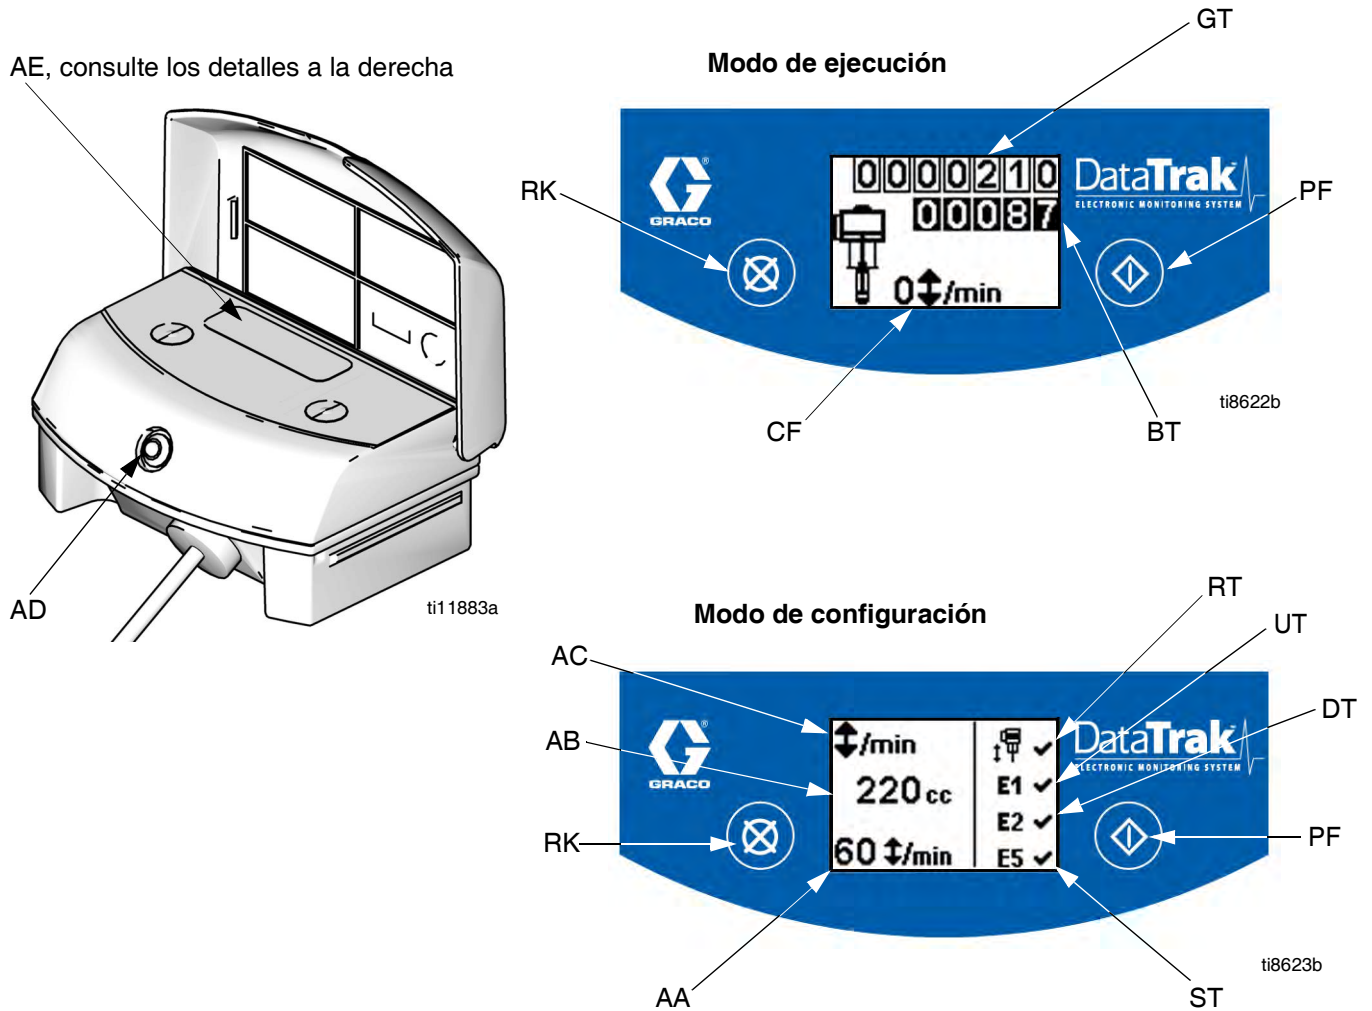

FIG. 8. Controles e indicadores de DataTrak
Leyenda para la FIG. 8
1. Consulte la FIG. 8. Mantenga pulsado  durante 5 segundos hasta que aparezca el menú Configuración.
Consulte la FIG. 8.
1. Consulte la FIG. 8. Si se produce embalamiento de la bomba, accionará el solenoide de embalamiento, parando la bomba. El LED (CD) destellará y la pantalla (CF) indicará una condición de embalamiento (vea la Tabla 1:). La pantalla hará un ciclo a través de seis pantallas de instrucciones.
2. Pantallas de embalamiento 1 y 2: para restablecer el solenoide de embalamiento, cierre la válvula de aire principal (E). Espere a que el aire se haya purgado completamente del motor neumático.
3. Pantallas de embalamiento 3 y 4: Después de que se haya purgado el aire, pulse el botón de liberación del solenoide (J) hacia abajo para restablecer la válvula de aire. El botón volverá hacia arriba cuando se presurice la válvula de aire.
(vea la FIG. 8).
1. Consulte la FIG. 8. Para entrar al modo de cebado/lavado, pulse cualquier tecla para activar la pantalla, luego pulse . Aparecerá el símbolo Cebado/Lavar en la pantalla y el LED parpadeará
2. Mientras está en modo de cebado/lavado, se inhabilita la protección contra embalamiento y el totalizador de lotes (BT) no contará. El totalizador global (GT) continúa la cuenta.
Consulte la FIG. 8. El último dígito del totalizador de lotes (BT) representa décimas de galón o litro. Para reponer a cero el totalizador, pulse cualquier tecla para activar la pantalla y, después, mantenga pulsado  durante 3 segundos.
Consulte la FIG. 8. La pantalla (AE) se apagará después de 1 minuto de inactividad en modo de ejecución o 3 minutos en modo de configuración. Pulse cualquier tecla para activar la pantalla.
DataTrak puede diagnosticar varios problemas de la bomba. Cuando el monitor detecte un problema, el LED (AD, FIG. 8) parpadeará y aparecerá en la pantalla un código de diagnóstico. Consulte la Tabla 1:.
| | E-4 | Componente de servicio 1 (unidades con protección contra embalamiento sólo) | Problema al detener el embalamiento. | <ul style="list-style-type: none"> Solenoides dañados. Portaválvulas dañados. Antiembalamiento (RT, FIG. 8) La protección antiembalamiento puede activarse con una bomba que no esté equipada con válvula de solenoide de embalamiento. Entre a la pantalla de configuración e inhabilite la protección contra embalamiento. |
| | E-6 | Fusible fundido | El fusible está fundido. Sustituya el fusible; consulte la página 23. | <ul style="list-style-type: none"> Solenoides o cableado del solenoide defectuoso. Temperaturas extremas (superiores a 60°C [140°F]). Antiembalamiento (RT, FIG. 8) La protección antiembalamiento puede activarse con una bomba que no esté equipada con válvula de solenoide de embalamiento. Entre a la pantalla de configuración e inhabilite la protección contra embalamiento. |